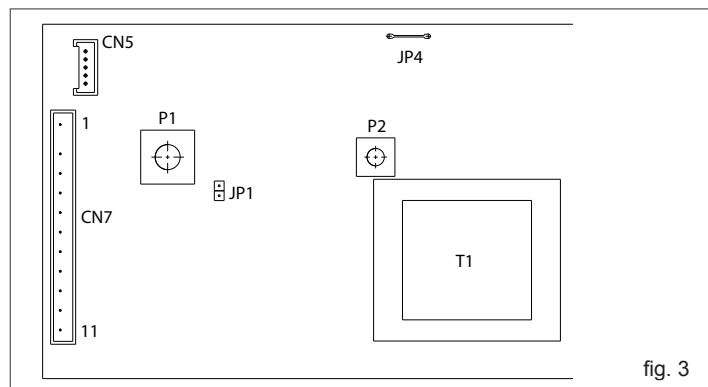

fig. 3
- sulla scheda di controllo (fig. 3):